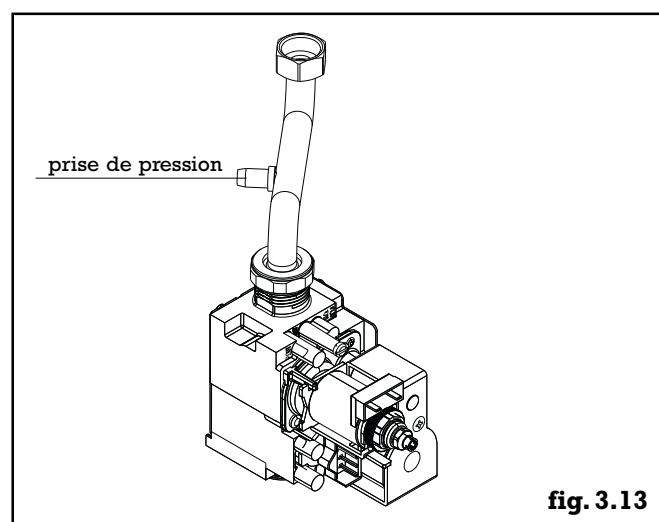

fig. 3.13
- raccorder un manomètre à la prise de pression placée entre la vanne gaz et le brûleur (fig. 3.13)